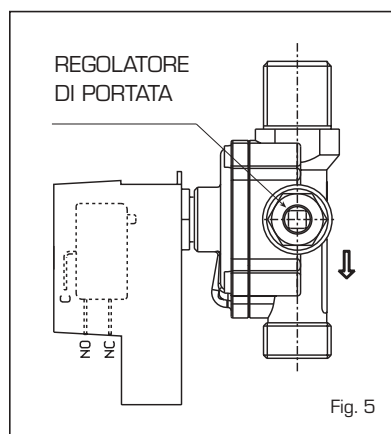

Fig. 5
2.2.2 Produzione acqua sanitaria "DUETTO 25-35" (fig. 5)
Per regolare la portata acqua sanitaria agire sul regolatore di portata del pressostato acqua (fig. 5):